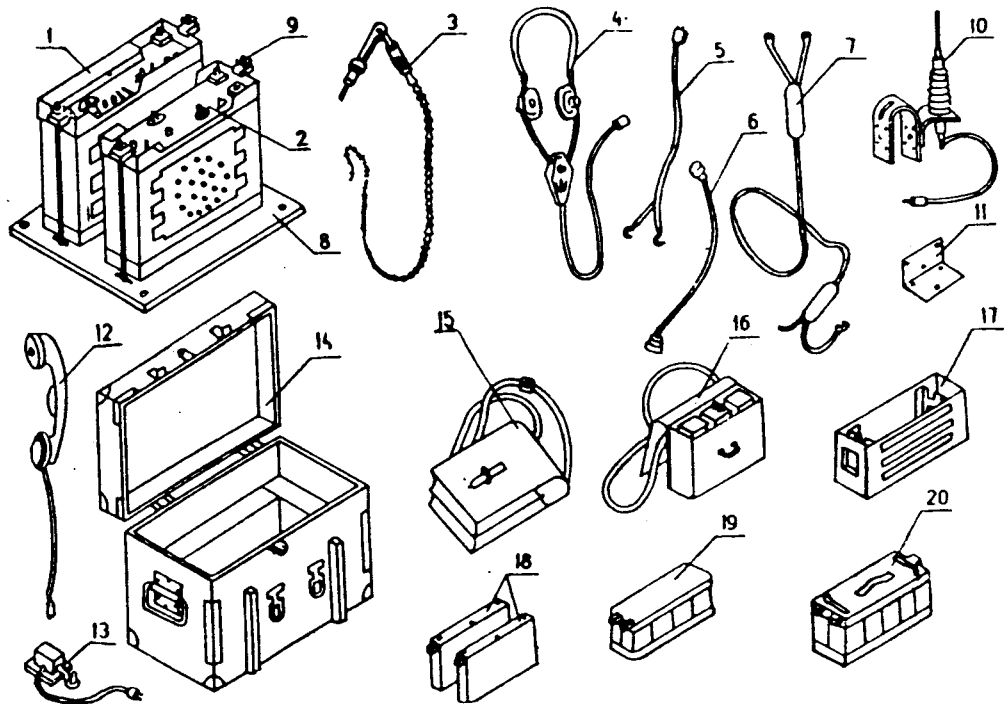

Рис. 2. Комплект поставки радиостанции Р-159 с УНЧ
Комплект поставки радиостанции с УНЧ размещается в ящике укладочном (14) и приведен на рис. 2.
4.2.2. Рабочий комплект радиостанции с УНЧ состоит из приемопередатчика (1), усилителя низкой частоты (2), антенны штыревой (3), гарнитуры микрофонной (4), кабеля питания (5), кабеля низкой частоты (6), фидера (7), рамы (8) со стяжками (9), кронштейна бортовой антенны (10), кронштейна (11).